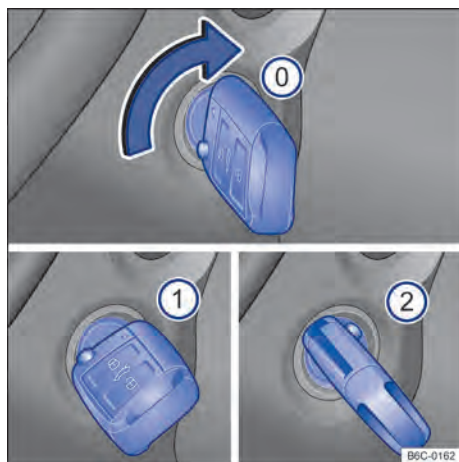

Fig. 86 Al lado del volante de la dirección, a la derecha: posiciones de la llave del vehículo en la cerradura de encendido.
◀ Posiciones de la llave del vehículo → fig. 86
- ① Encendido desconectado. La llave del vehículo puede ser retirada.
- ① Encendido conectado.
- ② Pise el pedal del freno (*vehículos con transmisión automática*), o el pedal del embrague (*vehículos con transmisión manual*) y encienda el motor. Cuando el motor arranque, suelte la llave del encendido. Al soltar, la llave del vehículo vuelve a la ubicación → fig. 86 ①.
- *Vehículos con cerradura de encendido:* girar la llave del vehículo a la posición → fig. 86 ①. El encendido está conectado. En ese momento el testigo de control del sistema de arranque en caliente se encenderá en el cuadro de instrumentos. Esperar a que la luz de control  se apague indicando el final del calentamiento del combustible (esta acción puede ser necesaria en condiciones de arranque con el motor frío).
- *Vehículos con cerradura de encendido:* girar la llave del vehículo en la cerradura de encendido a la posición → fig. 86 ② – no acelerar. Cuando el motor comience a funcionar, soltar la llave del vehículo en la cerradura de encendido.
- *Vehículos con cerradura de encendido*: girar la llave del vehículo en la cerradura de encendido a la posición → fig. 86 .